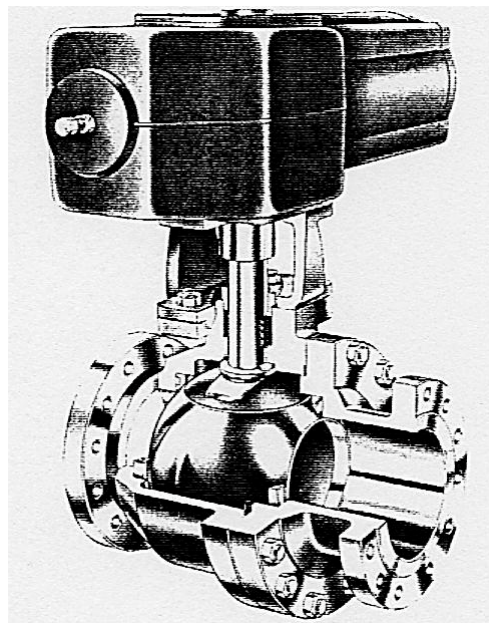

figure 4 : *robinet à tournant sphérique* [1]
- à tournant sphérique (voir figure 4), conique ou cylindrique
- **robinet à tournant** (voir figure 4) : Il s'agit d'un robinet à déplacement angulaire de l'obturateur.